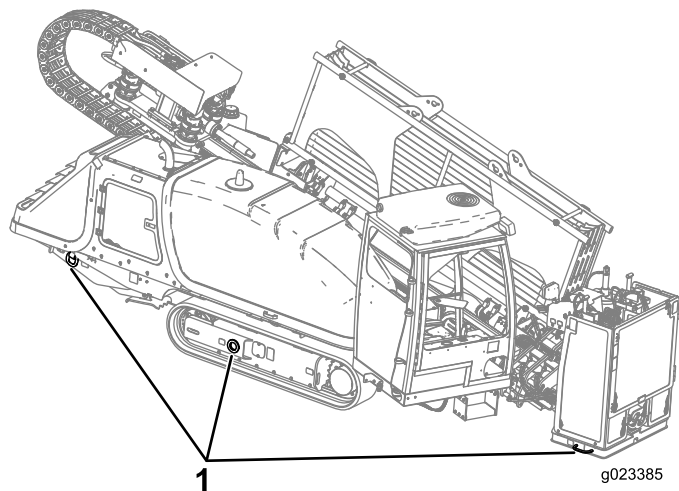

Рисунок 68
9. Используйте цепи и крепежные детали соответствующего класса для крепления за кольца на рамах левой и правой гусениц и плиты опускаемой стойки к трейлеру (Рисунок 68).